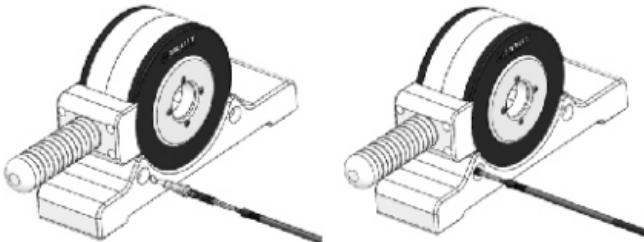

Figura 24: Ilustración de la prueba de diámetro ajustado, indicando la ubicación del orificio en la base de el ajustador.
- H.10. Realizar la prueba del diámetro ajustado, insertando el balón de inflado con la prótesis ajustada en el pequeño orificio situado en la base del ajustador, y verificando si la prótesis ajustada puede cruzarlo o no, como se muestra en la Figura 24.